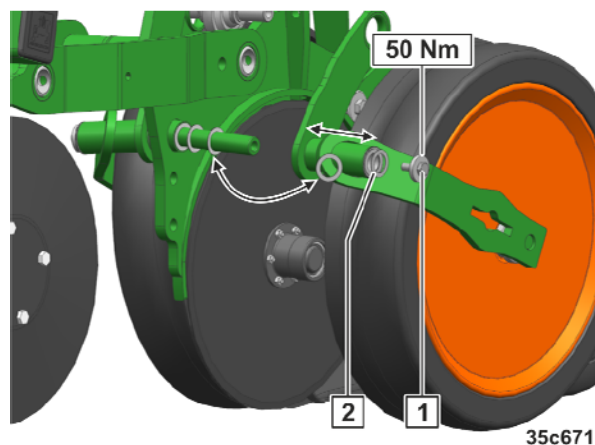

Fig. 313
1. Løsn og fjern bolten (Fig. 313/1).
3. Indstil afstanden med afstandsskiverne (Fig. 313/2), så bærerullen berører pløjernsskiven let.
3. Løsn og fjern boltene (Fig. 313/1).
4. Afmonter den slidte pløjernsskive (Fig. 313/2).